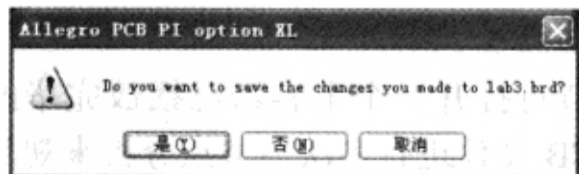

图 9-7-50 “Allegro PCB PI option XL”窗口
(1) 在 Allegro PCB PI option XL 窗口中执行菜单命令“File”→“Open”，弹出“Allegro PCB PI option XL”窗口，询问是否保存对 lab3.brd 电路板文件的修改，如图 9-7-50 所示。